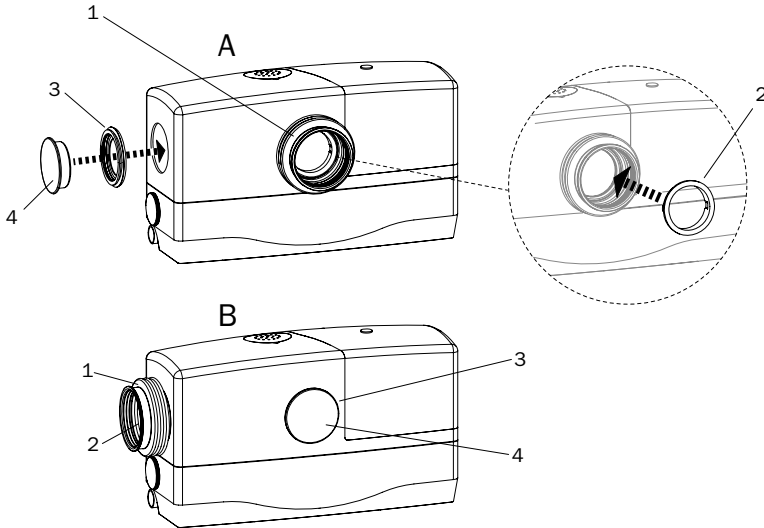

Abbildung 6
- / Die Hebeanlage **FLOWCB** ist mit zwei Zulauföffnungen für den Toilettendirektanschluss ausgestattet. Bei der Wahl (A oder B) der Zulaufstutzen verfahren wie in Abbildung 6 beschrieben.
- / Den ungenutzten Zulauf verschließen durch Einsetzen Dichtung (3) und Verschlusskappe (4).
- / Für den Toilettenanschluss Dichtmanschette (1) einsetzen und mit Klemmring (2) sichern.